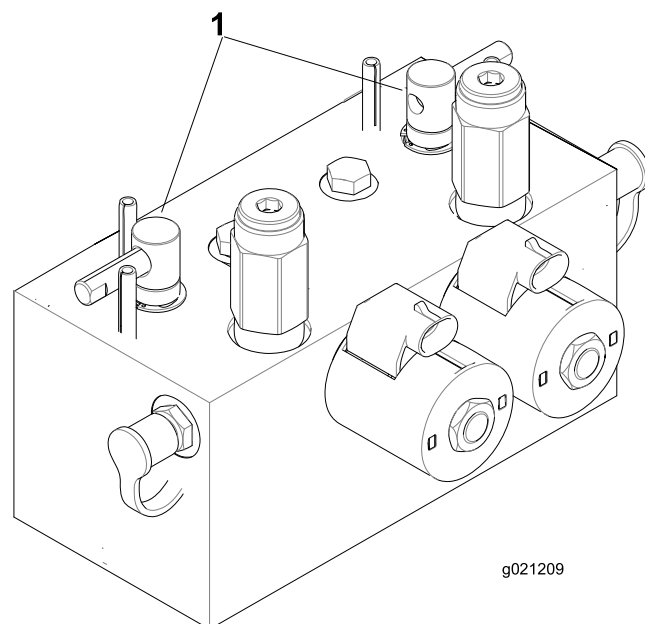

Рисунок 74
2. Разблокируйте и поднимите сиденье для доступа к рычагам обратного вращения (заточки) (Рисунок 74).
5. Выберите передний, задний или оба рычага обратного вращения, чтобы определить, заточку каких режущих блоков необходимо произвести (Рисунок 74).